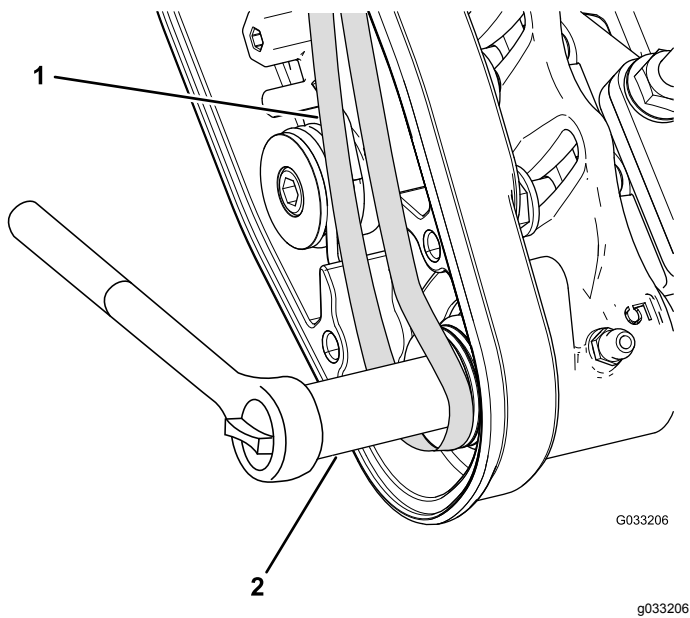

図 14
- 受動プーリからベルトを掛け始める **図 14**。
- 深穴ソケット9/16"を使って、ブラシアセンブリを回転させながら、ベルトを受動プーリに掛けまわす **図 14**。